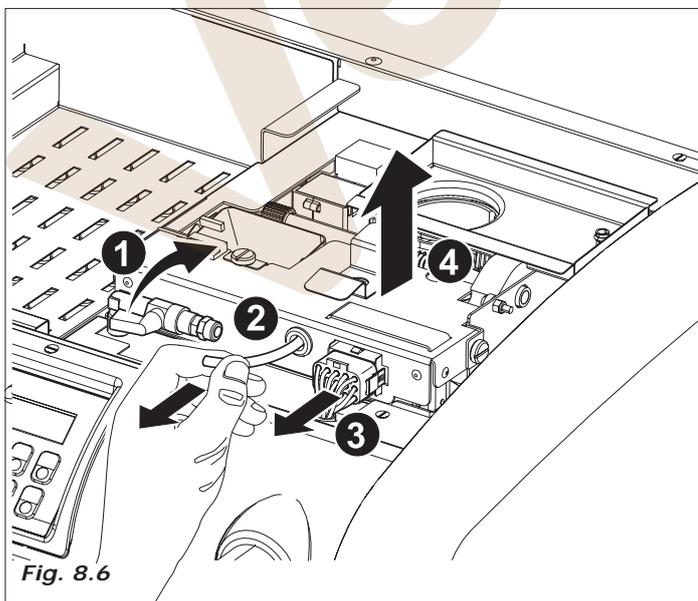

Fig. 8.6
- 1 Cierre el grifo de la alimentación hídrica (Fig. 8.6).